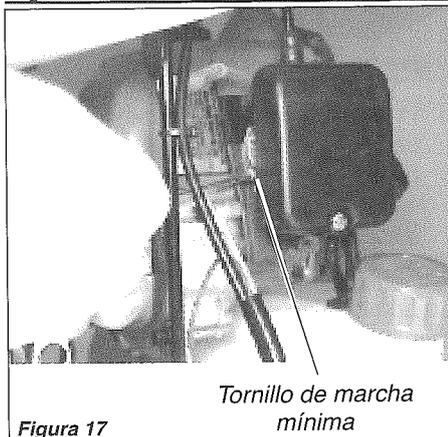

Figura 17
2. Si la bomba se acciona en la marcha mínima, deténgala girando el tornillo al sentido contrario de la agujas del reloj. Consulte la figura 17.